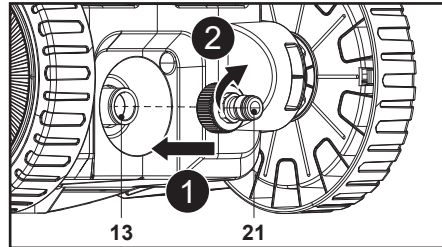

Fig. 7
Alinee y enrosque el adaptador de entrada de agua (21) en el conector de entrada de agua (13) de la parte posterior de la máquina (Fig. 7, pasos 1 y 2).